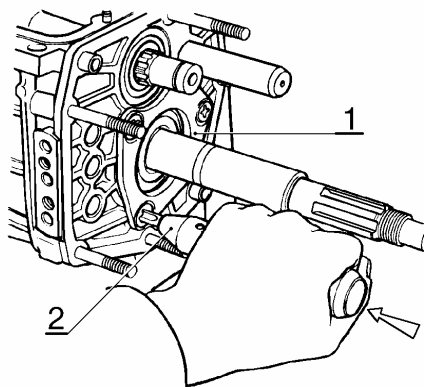

Рис.23. Отворачивание винтов крепления стопорной пластины:
- отвернуть, как показано на рис.23, винты крепления стопорной пластины 1 промежуточного подшипника вторичного вала, снять пластину и ось промежуточной шестерни заднего хода. Для 5-ти ступенчатой КП ось не снимать (отвертка ударная 02.7810-4018, молоток);